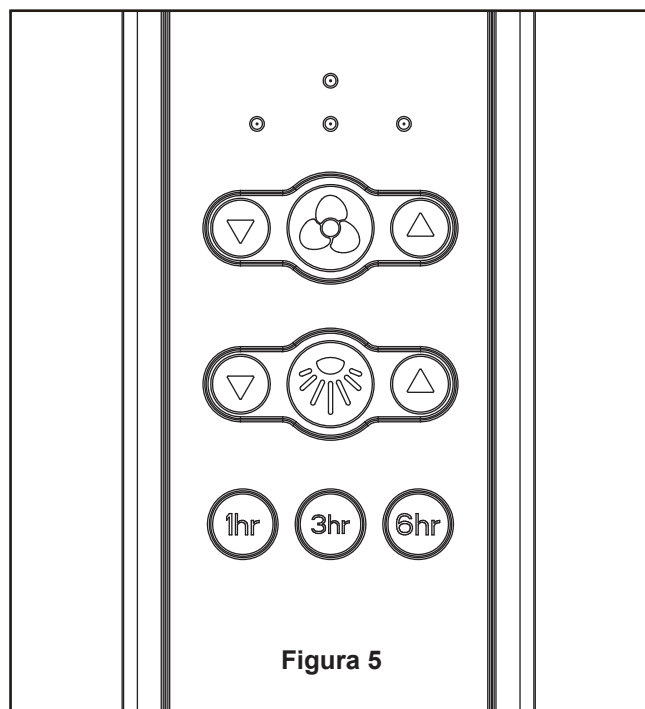

Figura 5
5. Instale la kit LED en la unidad de carcasa usando las dos ranuras principales. Vuelva a colocar el tornillo retirados previamente y asegure los tres tornillos. (Figura 5)
4. Una vez realizadas las conexiones, los cables deben ser colocados de forma extendida poniendo el conductor de la toma de tierra y el conductor de toma de tierra del equipo a un lado de la caja, colocando el conductor sin toma de tierra en el otro lado de la caja, luego gire los conductores hacia arriba y, con cuidado, colóquelos dentro de la caja de salida; con los conductores blancos y verdes hacia un lado y los conductores negros hacia el otro. (Figura 5)
5. Funciones del control remoto: (Figura 5)